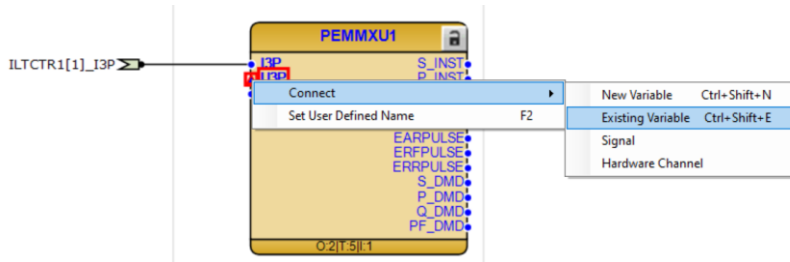

Imagen 131_Conexión de variable en la entrada U3P de bloque PEMMXU1.
2.3.14 En este mismo bloque añadiremos otra variable desde después vamos a conectar una variable a la entrada del bloque dando clic derecho a “U3P” posteriormente seleccionamos “Connect - Existing Variable” como en la **Imagen 131**.